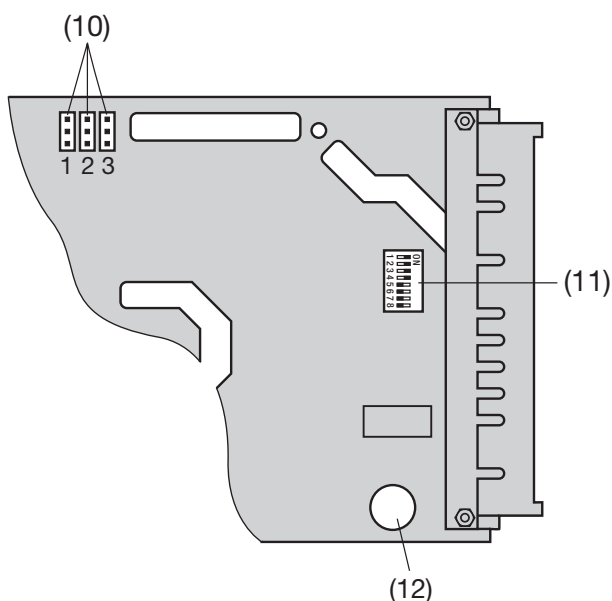

Fig. 5. Partie arrière de l'EURAX V 604 montrant la disposition des prises (10), du commutateur DIP à 8 bascules (11) et du fusible secteur (12).
Suivant le **genre de la mesure/application** (voir tableau 5) raccorder les lignes de mesure et placer en conséquence les barrettes  $\overline{A}$  et  $\overline{B}$  dans les prises. La disposition des prises (10) sur la carte embrochables est indiquée dans la Fig. 5.
Pour la programmation du genre du signal de sortie, il faut positionner le commutateur DIP (11) selon le tableau 7 (voir Fig. 5).